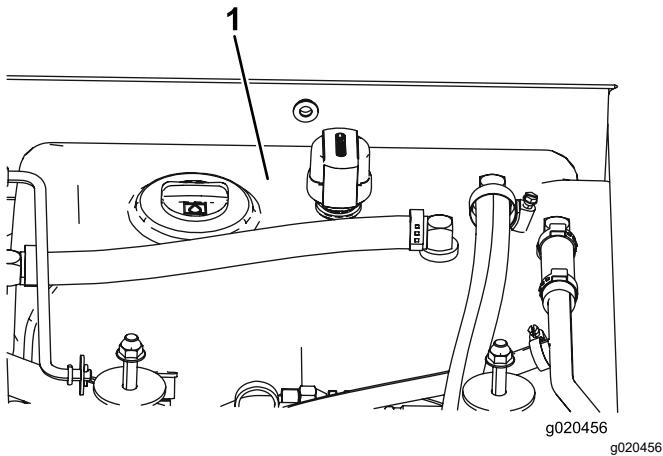

Bild 79
4. Füllen Sie den Hydraulikbehälter (**Bild 79**) mit Hydrauliköl, siehe Prüfen des Hydrauliköls \(Seite 70\).